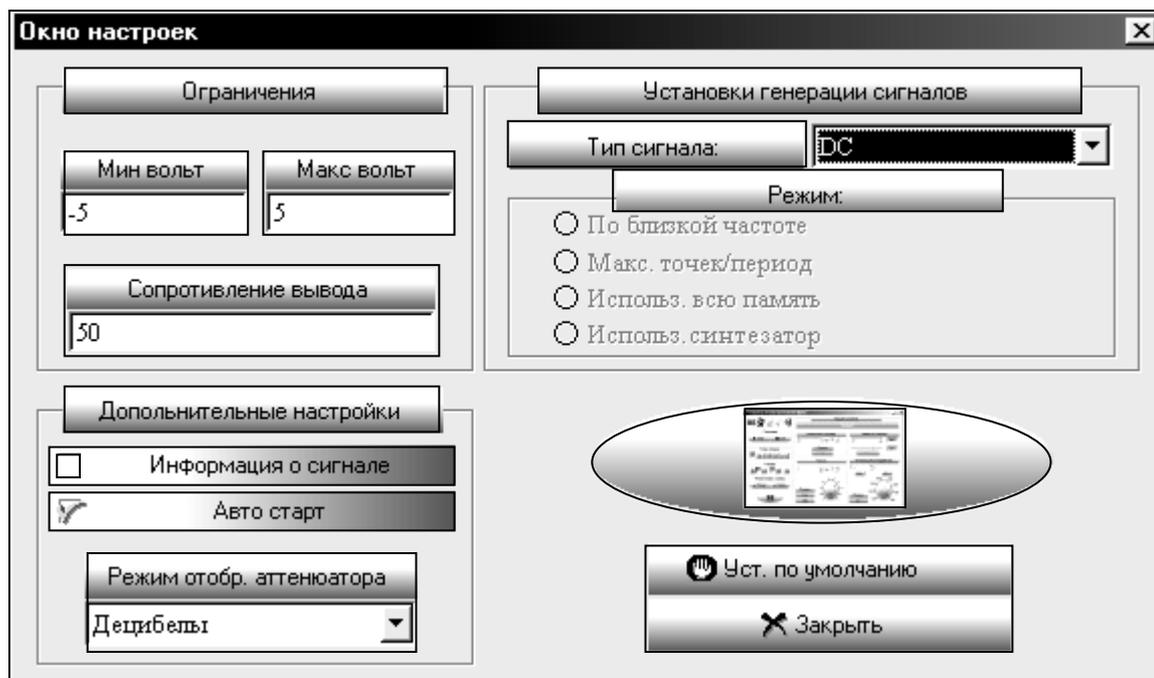

Рис. 7. 21
3) Окно настроек. Открывает окно (Рис. 7. 21):